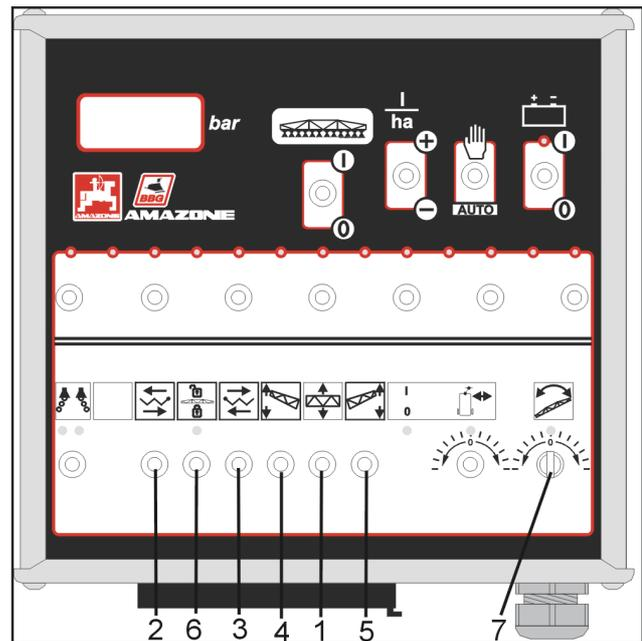

Fig. 8.29
- Das zusammengefaltete Gestänge-Paket mittels Taster (Fig. 8.29/1) über die automatische Transportverriegelung in Transportstellung verriegeln.